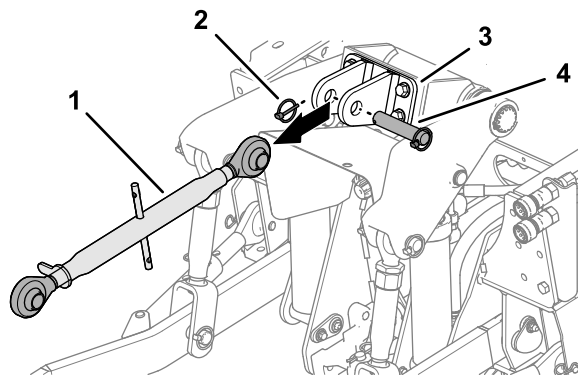

Figura 25
3. Se montati, rimuovete acciarino, perno con testa e attacco superiore a 3 punti dalla staffa dell'attacco superiore (Figura 25).